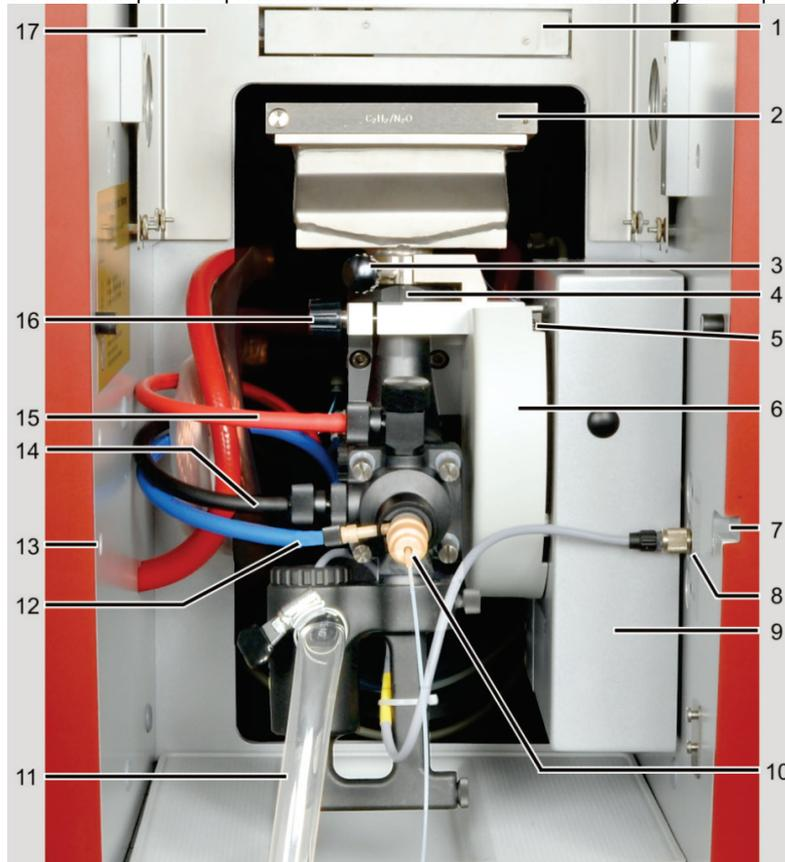

Fig. 42 Conexiones en el sistema mechero-pulverizador
La cámara de mezcla tiene que estar alineada con el ajuste de altura y la marca tiene que sobresalir del borde del dispositivo de sujeción (4 en Fig. 42 pág.68).
- Conecte la manguera para gas de combustión (roja) arriba en la cabeza de la cámara de mezcla (15 en Fig. 42 pág.68)
- Conecte la manguera para oxidante (azul) en el pulverizador (12 en Fig. 42 pág.68)
- Conecte la manguera para oxidante adicional (negra) a un lado de la cámara de mezcla (14 en Fig. 42 pág.68)